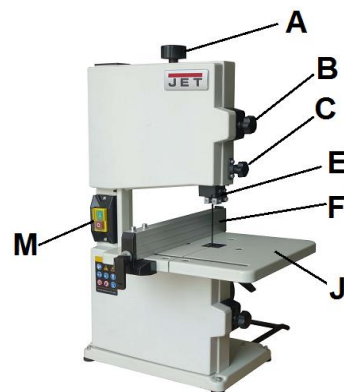
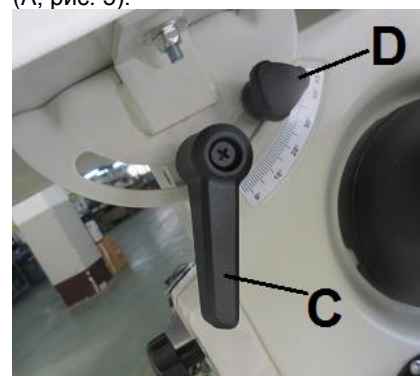

Рис. 1
Рис. 7
- Поместите рабочий стол (J, рис.1) на корпус станка сзади. Зафиксируйте рабочий стол с помощью шайбы, фиксатора (C, Рис.7) и фиксирующей ручки (D, Рис.7).
- Вставьте и затяните фиксатор (C, Рис.7)